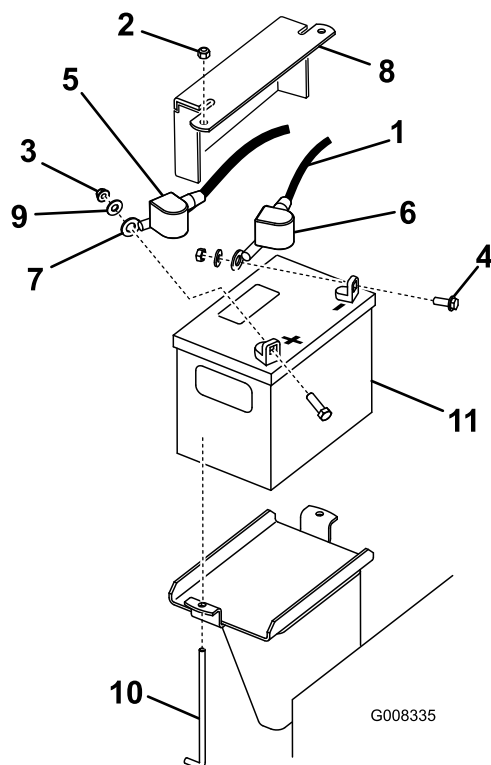

Figura 37
3. Levante a tampa de borracha preta no cabo negativo. Desligue o cabo negativo da bateria do terminal negativo (–) da bateria (Figura 37).
4. Faça deslizar a proteção do terminal vermelho do terminal positivo (vermelho) da bateria, depois retire o cabo positivo (vermelho) da bateria (Figura 37).
5. Retire a placa de suporte, os pernos em J e as porcas que seguram a bateria (Figura 37) e retire a bateria.
1. Utilizando os fixadores anteriormente retirados, instale o cabo da bateria positivo (vermelho) no terminal da bateria positivo (+) (Figura 37).
3. Utilizando os fixadores anteriormente retirados, instale o cabo da bateria negativo (preto) no terminal da bateria negativo (-) (Figura 37).
4. Prenda a bateria utilizando a barra e as quatro porcas de orelhas (Figura 37).